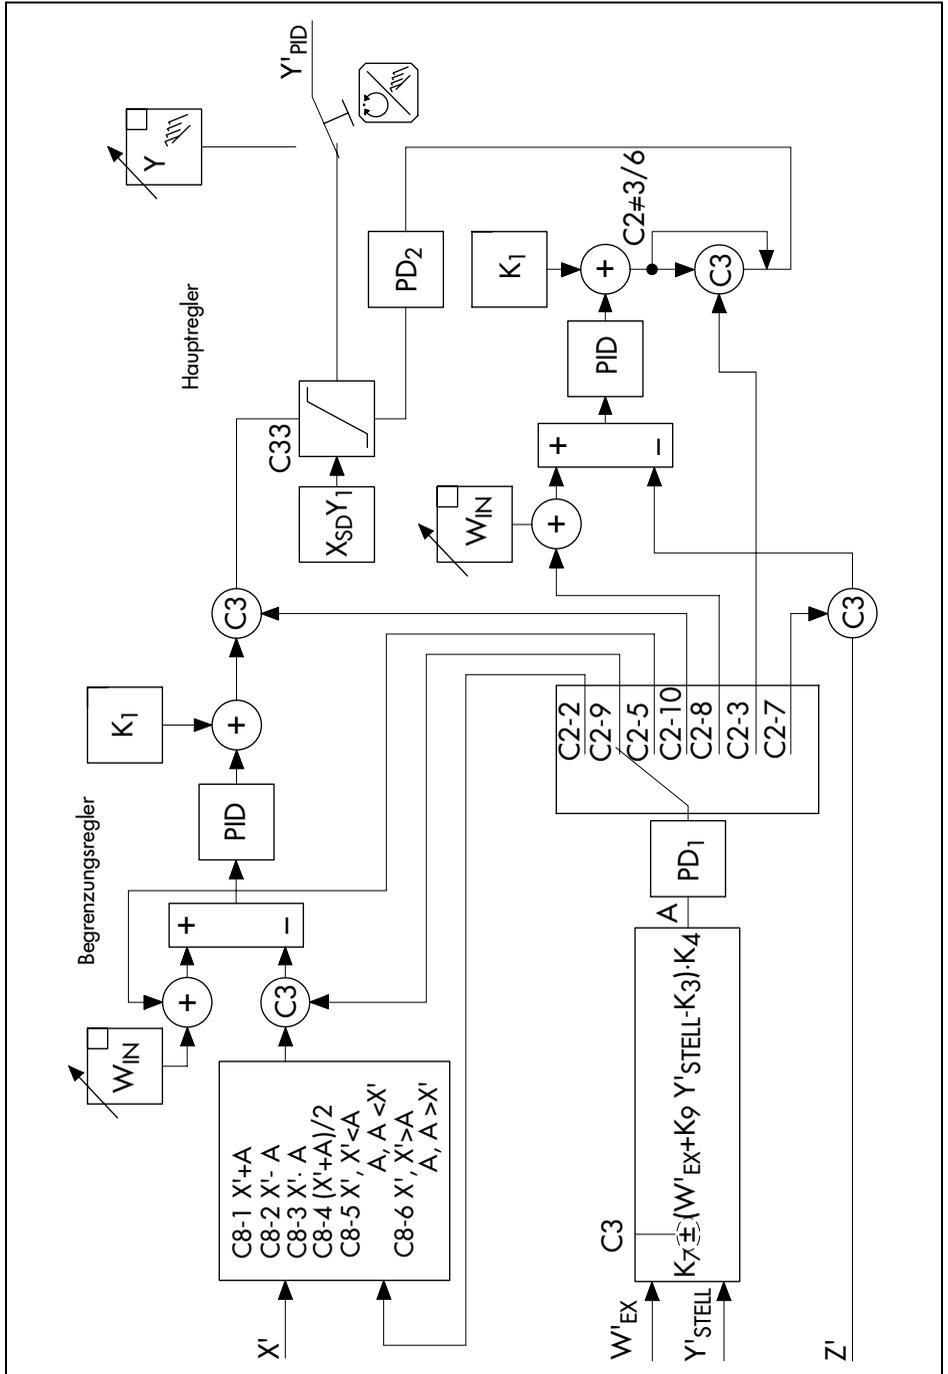
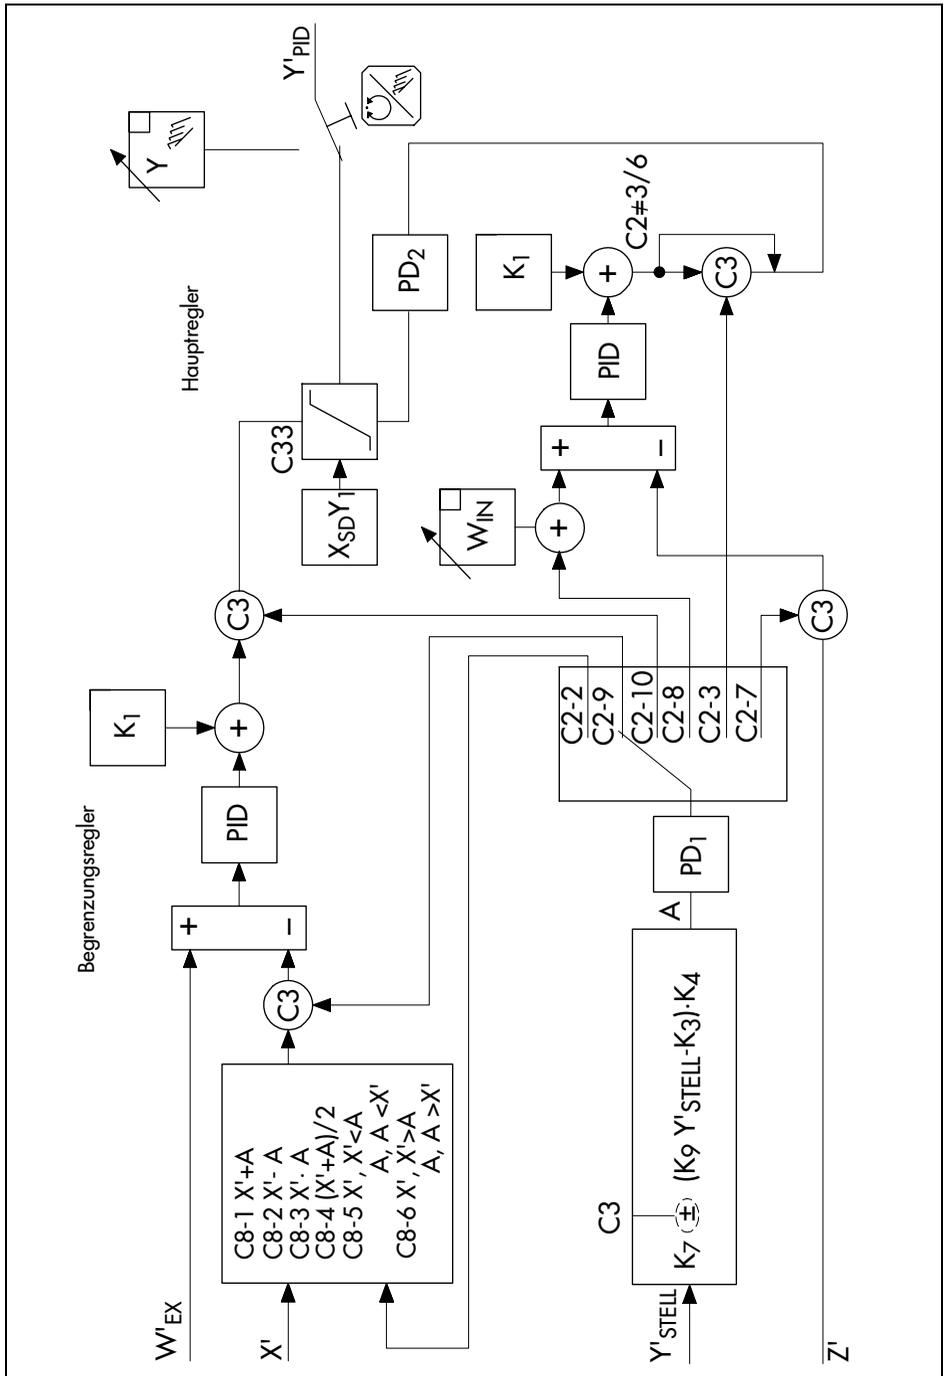

Bild 39 · Störgrößenaufschaltung bei Begrenzungsregelung mit interner Führungsgröße
Bild 40 · Störgrößenaufschaltung bei Begrenzungsregelung mit externer Führungsgröße
Die Begrenzungsregelung wird mit dem Konfigurierschalter C1-10 mit interner Führungsgröße oder C1-11 mit externer Führungsgröße und mit dem Konfigurierschalter C33  $\geq 8$  aufgerufen. Zur Störgrößenaufschaltung kann die Eingangsgröße  $Y'_{\text{STELL}}$ , bei der Begrenzungsregelung mit interner Führungsgröße (C1-10) auch  $W'_{\text{EX}}$ , genutzt werden. In Bild 39 und Bild 40 werden die Varianten für die Störgrößenaufschaltung gezeigt.
##### Begrenzungsregelung mit interner Führungsgröße (Bild 39)
**Begrenzungsregelung mit externer Führungsgröße (Bild 40)**